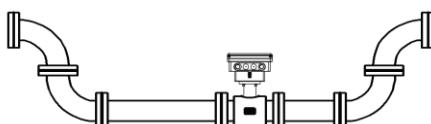
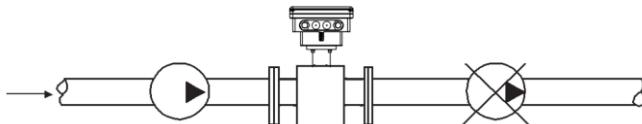
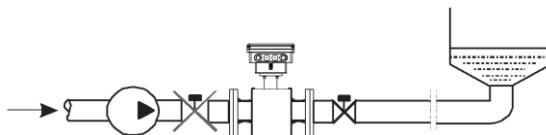

图 8
图 9
图 10
(1) 位置
(2) 避免磁场干扰
(3) 直管段长度
- 为确保水表的测量精度，建议应保证传感器上游直管段长度至少应为 5 倍管径(5D)，下游直管段长度至少应为 3 倍管径(3D)。(参见图 8、图 9)
(4) 维修空间
(5) 对工艺上不允许流量中断的管道
- 在安装电磁水表时应加设旁路通管和清洗口，如图 10 所示，这种装置可在水表退出使用的情况下，保证设备系统连续工作。
(6) 电磁水表的支撑